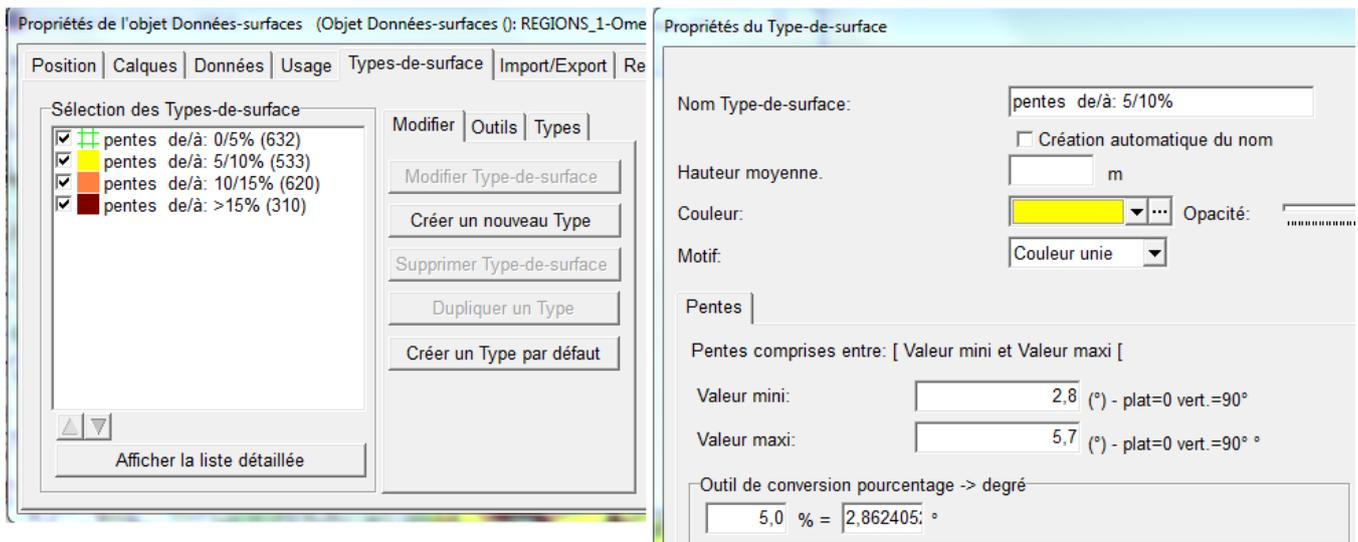

Figure 98
- Créez les *Types-de-surface* qui devront être associés aux polygones. Pour cela, allez à l'onglet *Types-de-surface*, cliquez sur le bouton *Créer un nouveau type*, dans la fenêtre *Propriétés du Type-de-surface* indiquez quelles *Pentes* seront représentées par ce *Type-de-surface* ainsi que la *Couleur* et le *Motif* des polygones qui seront associés à ce *Type-de-surface*, voir Figure 98.